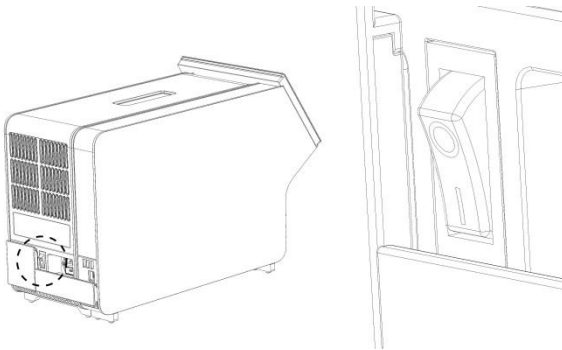

Abbildung 8: Lokalisieren des Netzschalters und Einstellen in die Position „I“
9. Schalten Sie das Gerät ein, indem Sie den Netzschalter an der Rückseite des **Analysemoduls in die Position „I“ stellen (Abbildung 8)**. Überprüfen Sie, ob die Statusanzeigen am Analyse- und am Betriebsmodul blau leuchten.